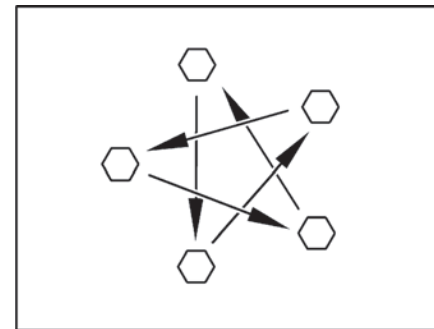

Bild 115 Dra åt hjulmuttrarna eller hjulbultarna korsvis
- Kontrollera regelbundet att hjulmuttrarna eller hjulskruvarna är ordentligt åtdragna. Om du har bytt däck ska hjulmuttrarna eller hjulbultarna dras åt korsvis efter 5mils körning (Bild 115).
- ▶ Dra åt hjulmuttrarna eller hjulbultarna korsvis (Bild 115).